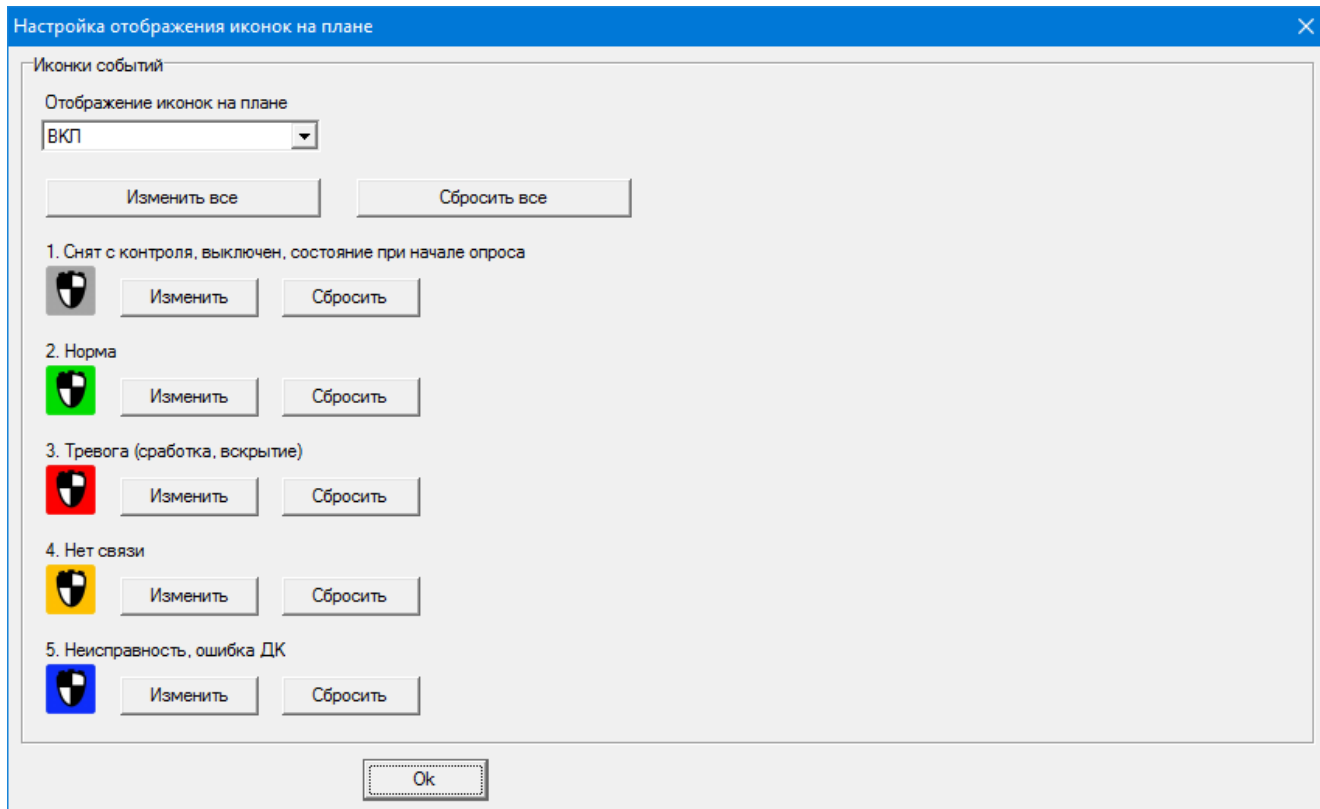

Рисунок 32.
Комплекс поставляется с предустановленными иконками, визуально отображающими на плане охраняемого объекта состояния тревог и неисправностей ТСО. Иконки и соответствующие им состояния посмотреть и изменить в окне «Настройка отображения иконок на плане» (Рисунок 32).
- В диалоговом окне «Настройка отображения иконок на плане» нажать кнопку «Изменить все» группы «Иконки событий» (см. рисунок 32);
- В диалоговом окне «Настройка отображения иконок на плане» выбрать одно из возможных состояний объекта и нажать кнопку «Изменить» (см. рисунок 32);